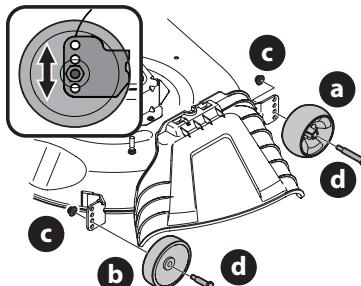

Figura 20
- Retire las ruedas delanteras (a) y traseras (b) de la plataforma retirando las tuercas de seguridad con brida (c) y los tornillos con reborde (d) que los sujetan a la plataforma (Figura 20).